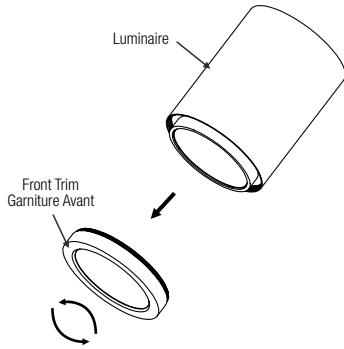

Fig. 4a
1. Unscrew the front trim (Fig. 4a).
1. Dévisser la garniture avant vers l'extérieur (Fig. 4a).